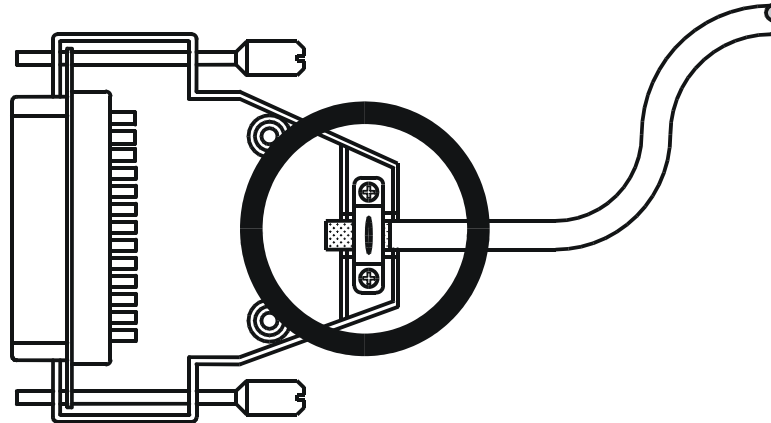

Abb. 1: EMV-konformer Schirmanschluss bei Sub-D-Steckern
- Verwenden Sie nur metallisierte Stecker, zum Beispiel Sub-D mit metallisiertem Gehäuse. Auch hier ist auf direkte Verbindung der Zugenlastung mit dem Gehäuse zu achten (siehe Abb. 1).